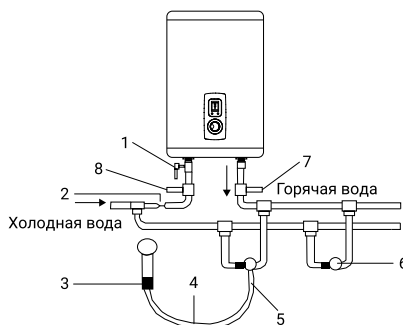

Рис. 5
1. Установка водонагревателей серий ZWH/S Azurro существенно облегчается возможностью установить их как вертикально, так и горизонтально в любом месте вашего дома, в отопляемом (!) помещении. Желательно установить водонагреватель как можно ближе к месту использования горячей воды, поскольку чем меньше длина труб, тем меньше потери тепла. Как показано на рис. 5а, при горизонтальной установке водонагревателя трубы подвода должны быть расположены справа. При установке водонагревателя рядом со стеной, оставьте рекомендованное свободное пространство для технического обслуживания. Не устанавливайте водонагреватель на горизонтальной поверхности и вплотную к полу.
Во избежание протечек при подключении трубопровода на концы резьбовых соединений следует установить комплектные резиновые уплотнительные прокладки. Если необходимо реализовать систему водоснабжения на несколько водоразборных точек, используйте способ соединения (см. рис. 5).
Рис. 5а